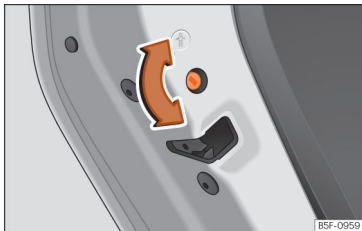

Fig. 78 Sistema de segurança para crianças da porta esquerda.
- Com a porta aberta, rode a ranhura com a chave do veículo no sentido horário para as portas esquerdas »» Fig. 78 e no sentido anti-horário para as portas direitas.
- Com a porta aberta, rode a ranhura com a chave do veículo no sentido anti-horário para as portas esquerdas »» Fig. 78 e no sentido horário para as portas direitas.